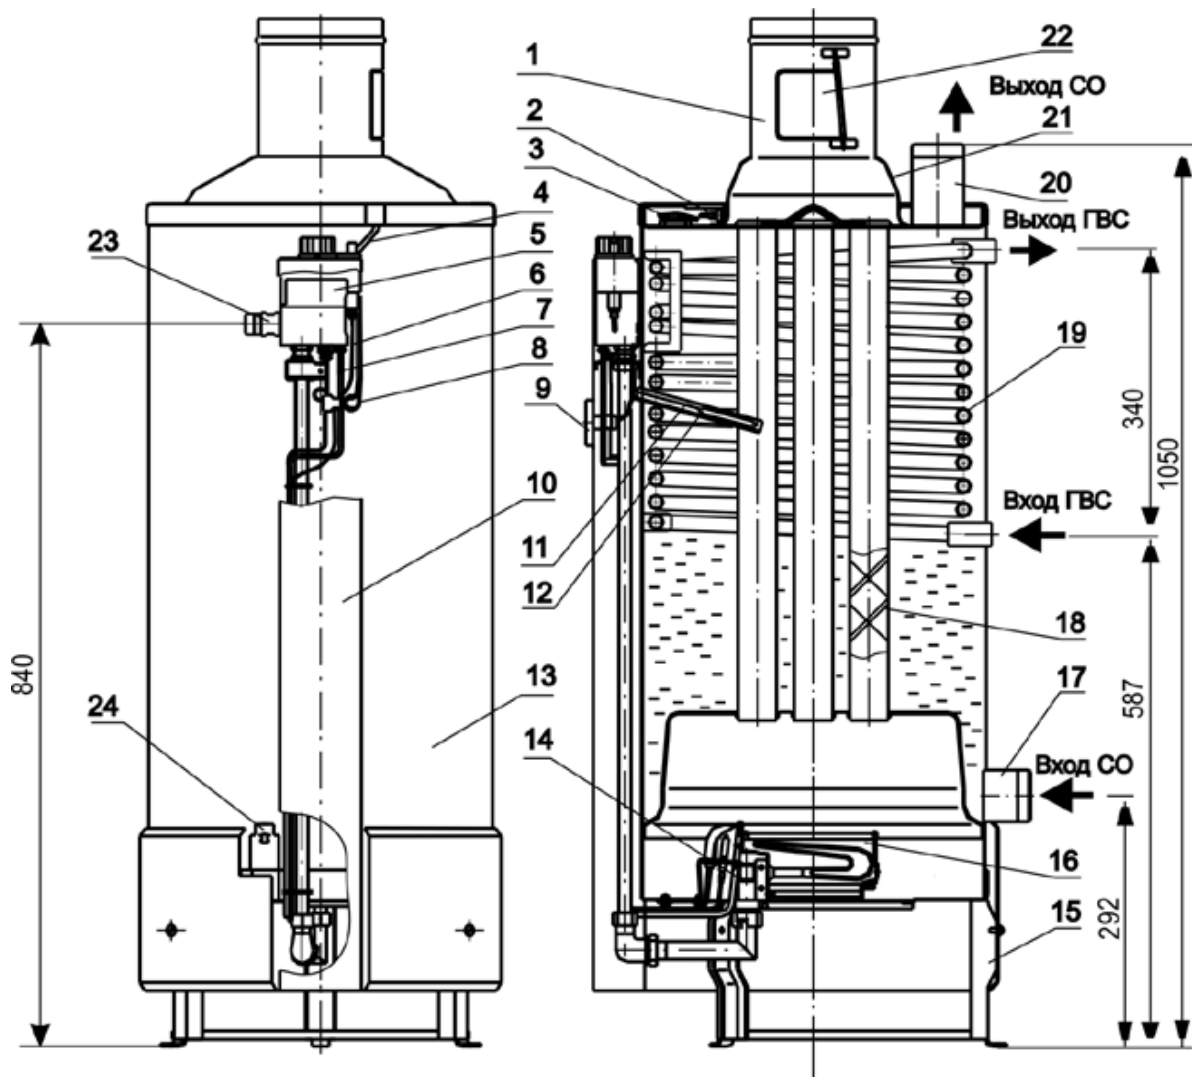

Рис. 1 Аппарат комбинированный (отопительный) газовый бытовой Комфорт
4.2. Блок автоматики 5 (Рис.1) 630 EUROSIT (Италия) представляет собой электромеханическое устройство и служит для подачи газа к запальнику и горелке, пьезорозжига, регулирования температуры воды и автоматического отключения подачи газа при:
4.3. Тягопрерыватель 1 (Рис.1) предназначен для автоматической стабилизации величины разрежения в топке аппарата, т.е. уменьшения влияния колебания величины разрежения в дымоходе на тягу в топке аппарата. Для успешной работы дверца тягопрерывателя 22 (Рис.1) должна легко вращаться на оси.
4.5. Автоматика по тяге и перегреву состоит из датчика тяги 2 (Рис.1) (терморегулятор ТК-24), укрепленного на крышке бака, защитного термостата 3 (Рис.1) и проводов 4, соединяющих датчик тяги и защитный термостат с блоком автоматики 5 (Рис.1).
Защитный термостат 3 (Рис.1) обеспечивает аварийное отключение подачи газа при нагреве воды в баке до температуры $93^{\circ}\text{C} \div 100^{\circ}\text{C}$. После остывания воды в баке до температуры $60^{\circ}\text{C} \div 70^{\circ}\text{C}$ защитный термостат автоматически включается и аппарат готов к новому включению.
5.9. Во избежание самопроизвольного срабатывания датчика тяги кожух 21 (Рис.1) не должен касаться кронштейна датчика тяги.
6.8. Установите аппарат вертикально, и проверьте вертикаль по уровню. Установите зеркало 24 (Рис.1) в нижней части бака.
6.9. Установите на аппарат тягопрерыватель 1 (Рис. 1), обеспечив его строго вертикальное положение. Конец дверцы тягопрерывателя 22 (Рис. 1) не должен выступать наружу и должен отклоняться от номинального положения внутрь тягопрерывателя не более чем на 1-2 мм. Дверца тягопрерывателя должна легко вращаться на оси.
Кожух 21 (Рис.1) не должен касаться кронштейна датчика тяги 2 (Рис.1).